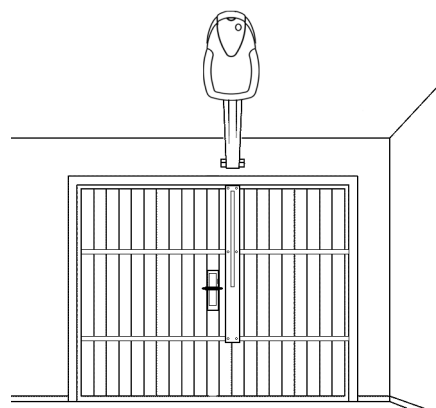

Figura 7
• E' consigliabile fissare il motoriduttore in corrispondenza del centro del portone, ma è consentito un leggero scostamento. Ad esempio per montare il BRACCIO OSCILLANTE a lato della maniglia (Figura 7).